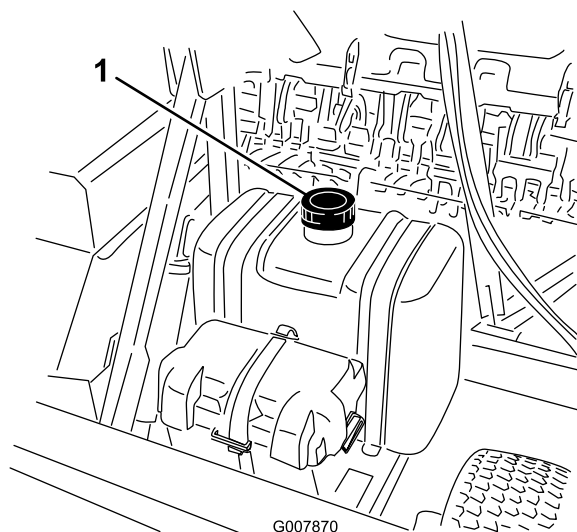

Figure 28
2. Nettoyez la surface autour du bouchon du réservoir de carburant et enlevez le bouchon (Figure 28).